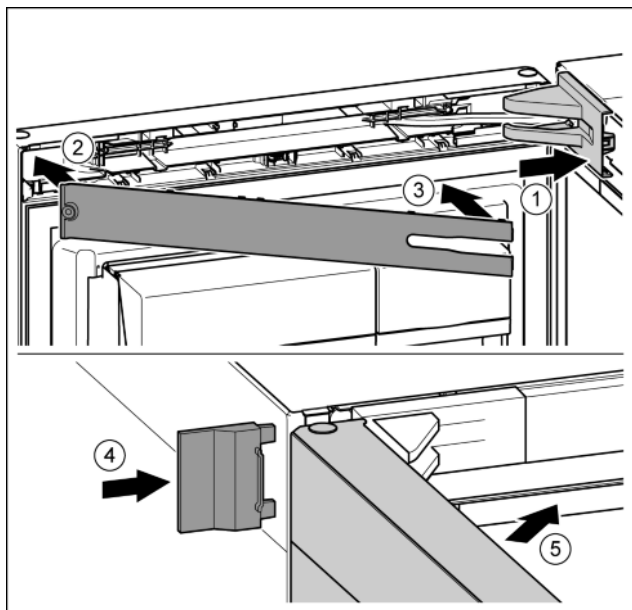

Fig. 23
- ▶ Встановіть та зафіксуйте кришку опорного кронштейна, у разі необхідності — обережно розтисніть. Fig. 23 (1)
- ▶ Встановіть накладку. Fig. 23 (2)
- ▶ Поверніть і зафіксуйте накладку. Fig. 23 (3)
- ▶ Насуньте зовнішню кришку. Fig. 23 (4)
- ▶ Закрийте верхні дверцята. Fig. 23 (5)